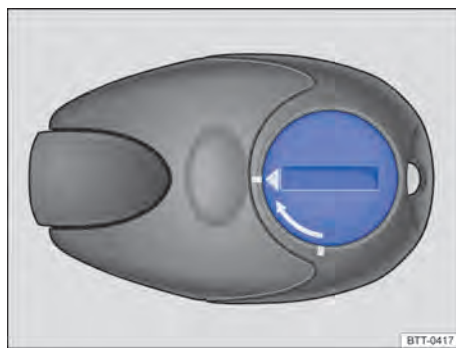

Fig. 195 Aquecimento estacionário: cobertura da bateria do controle remoto.
- Com um objeto plano e sem pontas, por exemplo, uma moeda, gire a ranhura no sentido contrário ao sentido da seta até a marcação para abrir a cobertura ⇒ Fig. 195.
- Colocar a bateria nova. Atentar para a polaridade correta e utilizar baterias do mesmo modelo ⇒ ①.